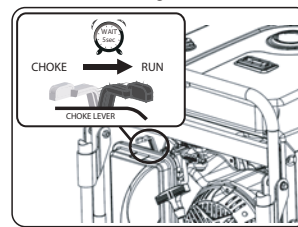

Fig 13
- Deje que el motor funcione durante varios segundos y luego, gradualmente, a medida que el motor se calienta, deslice la palanca del estrangulador hacia la posición "MARCHA" hasta que el estrangulador esté completamente enganchado a la posición "MARCHA". (fig 13)